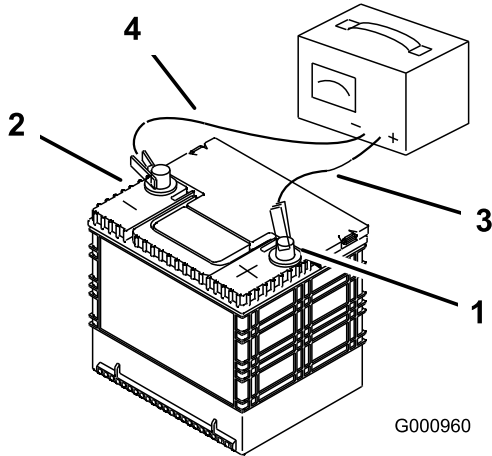

Figura 68
3. Cuando la batería esté completamente cargada, desconecte el cargador de la toma de electricidad, luego desconecte los cables del cargador de los bornes de la batería (Figura 68).